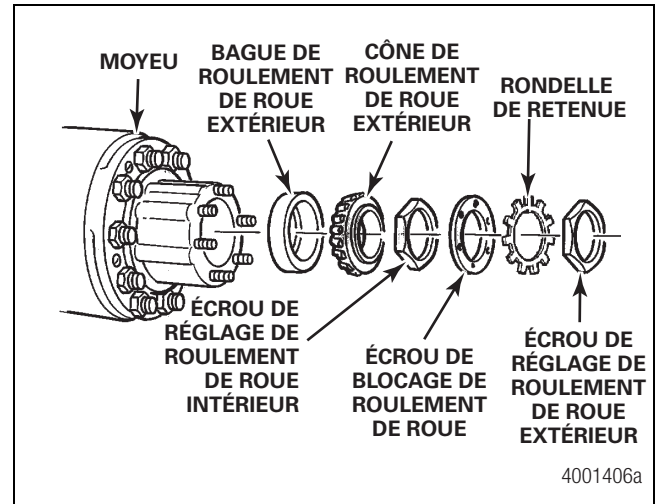

Figure 5.15
2. Poser l'écrou de réglage de roulement de roue intérieur sur l'axe de roue et contre le roulement extérieur de façon à ce que l'ergot de l'écrou de réglage du roulement intérieur pointe à l'opposé du roulement. Figure 5.15.